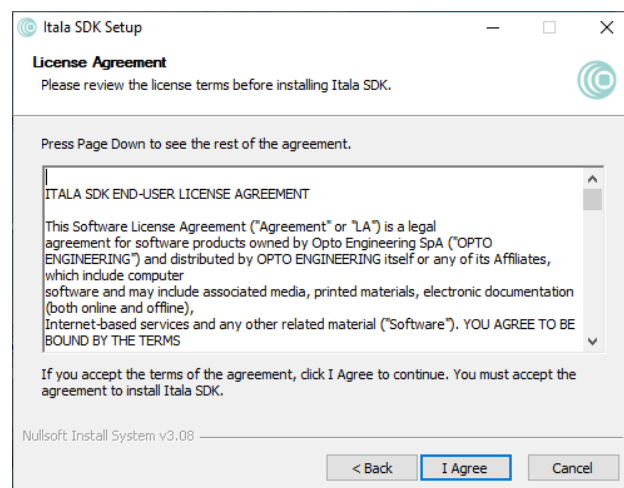

Figure 14: Itala SDK finestra del contratto di licenza.
3. Controllare le condizioni di licenza prima di installare Itala SDK (Fig.14).